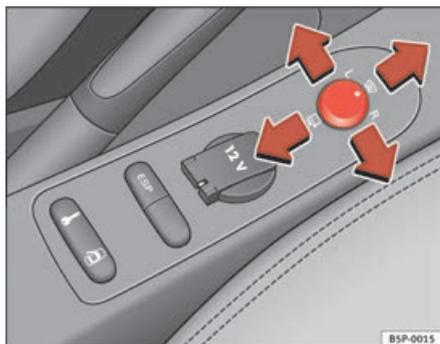

Abb. 91 Drehknopf für Außenspiegeleinstellung
1. Drehen Sie den Drehknopf ⇒ Abb. 91 in Stellung **L (linker Außenspiegel)**.
- Drehen Sie den Drehknopf nach vorne auf die mittlere Stellung ⇒ Abb. 91 ①, damit die Heizung der Außenspiegel und die Funktion der beheizbaren Windschutzscheibe\* im Bereich der Ruhstellung der Wischerblätter eingeschaltet wird ⇒ Seite 126.
- Drehen Sie den Drehknopf ⇒ Abb. 91 in Stellung ☞, um die Außenspiegel anzuklappen. Sie sollten die Außenspiegel immer anklappen, wenn Sie eine automatische Waschanlage durchfahren, um Beschädigungen zu vermeiden.